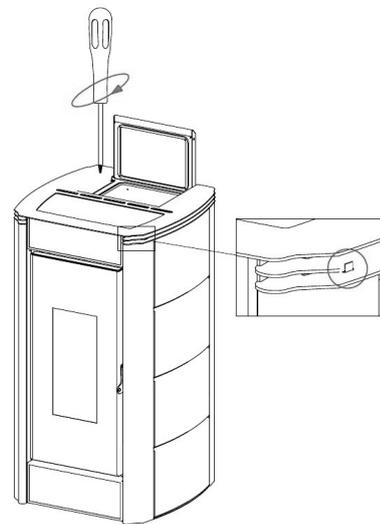

Fig. 36 - Positionieren der Abdeckung
- Abdeckung wieder aufsetzen und die entsprechenden Zähnchen zentrieren (siehe **Fig. 36**).